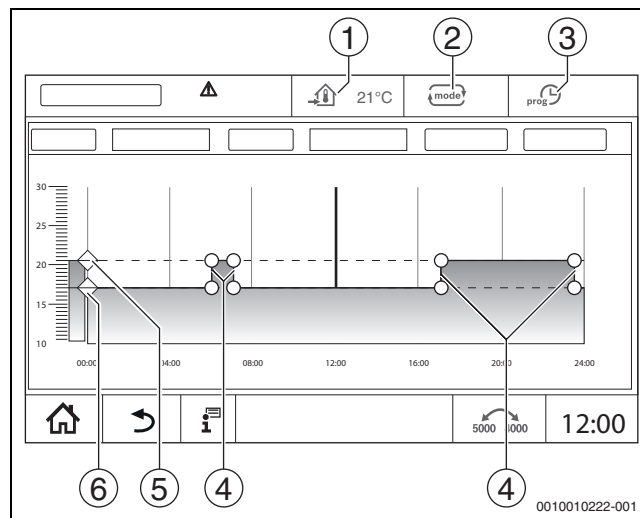

Рис. 20 Изменение "Автоматический пониженный режим" во временной программе
Для режимов работы (→ рис. 20, [2], стр. 21) и расширенных функций можно настроить собственные температуры и критерии переключений. Настройки можно выполнять отдельно для каждого отопительного контура и для каждого режима работы.
Автоматический пониженный режим предварительно задается через параметры в сервисных меню. Параметры можно изменить в программе работы по времени (→ рис. 20, [4], [6]).
- Измените значения температуры смещением точек (→ рис. 20, [5], [6]).